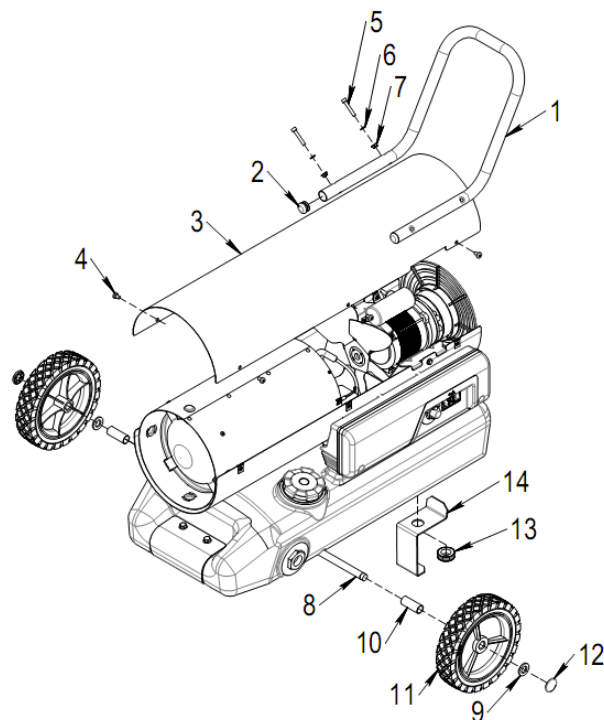

Fig. 1
Ga als volgt te werk om het apparaat te monteren (zie Fig. 1): Bevestig de doppen (2) aan de uiteinden van de handgreep (1). Verwijder het bovenste deel van de behuizing (3) door de zes bevestigingsbouten (4) los te draaien. Verbind de handgreep (1) met het bovenste deel van de behuizing m.b.v. de bouten (5), de sluitringen (6) en de moeren (7). Monteer weer het bovenste deel van de behuizing.